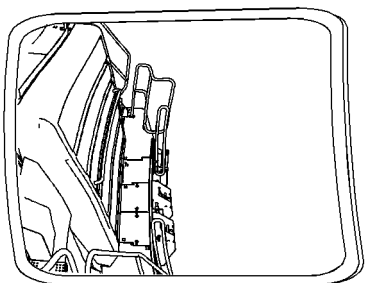

Ilustración 59
- la parte del parachoques delantero desde el fondo de las escaleras a la esquina delantera derecha de la máquina, según se muestra en la ilustración 59